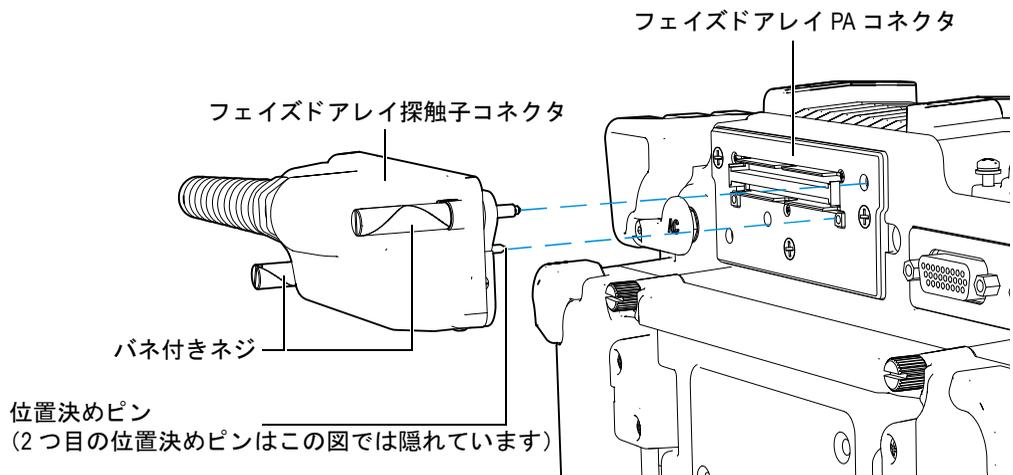

図 1-8 フェイズドアレイ探触子用コネクタ
EPOCH 1000iR および EPOCH 1000i には、探傷器の背面にフェイズドアレイ探触子コネクタが一つ付いています (30 ページ図 1-8 参照)。
フェイズドアレイ探触子のコネクタには、フェイズドアレイ探触子を適切に接続するための位置決めピンが付いています (30 ページ図 1-8 参照)。フェイズドアレイプローブを適切にコネクタに接続し固定するためには、2つのバネ付きネジを使用します。この際、位置決めピンを完全にはめ込んでから、ネジを固定します。
1. 探傷器のコネクタにある位置決めピンの穴とフェイズドアレイ探触子の2つの位置決めピンを揃えます (30 ページ図 1-8 参照)。